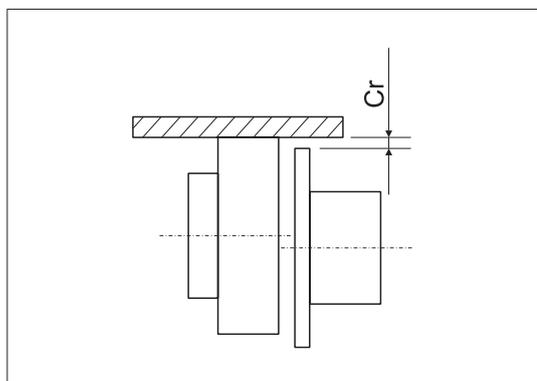
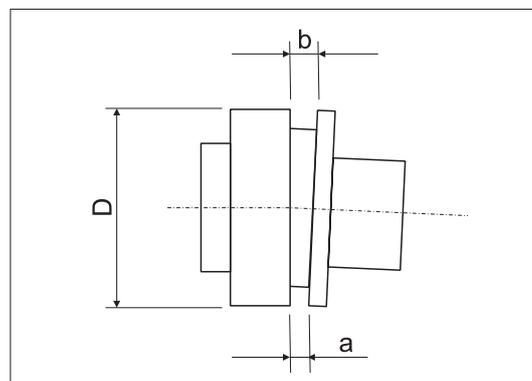

FIG. 27 (Allineamento e centraggio del giunto d'accoppiamento)
FIG. 28 (Allineamento e centraggio del giunto d'accoppiamento)
5.6.5.1- Allineamento e centraggio del giunto d'accoppiamento (FIG. 27, FIG. 28 e TAB. 15)
CENTRAGGIO RADIALE (FIG. 27)
CENTRAGGIO ANGOLARE (FIG. 28)